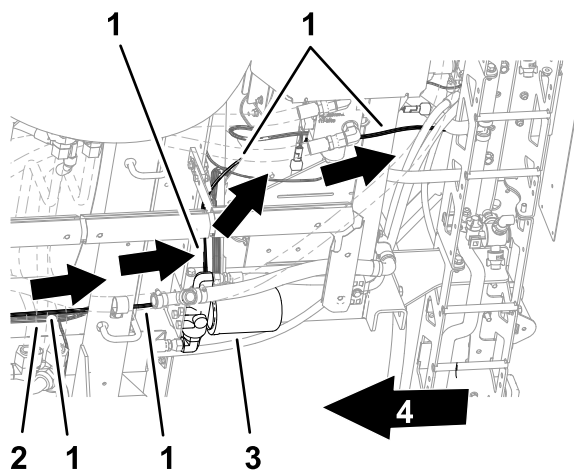
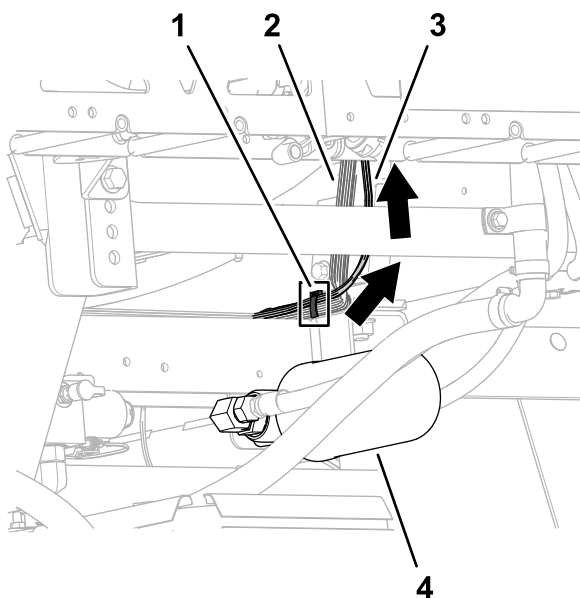

Figura 43
Figura 44
1. Enrute las ramas y el mazo principal del arnés de cables hacia arriba en la sección de fumigación central, según se muestra en Figura 43 y Figura 44.
2. Sujete el arnés de cables del kit al arnés de cables trasero de la máquina con una brida, según se muestra en Figura 44.